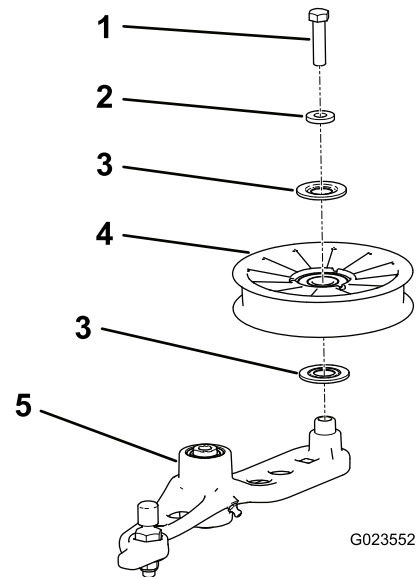

图58
6. 拆下将旧张紧轮固定到张紧臂上的螺栓并安装新张紧轮 图 58。